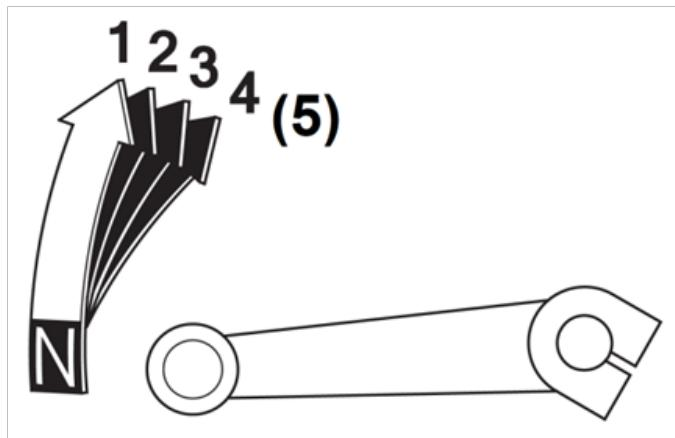

Рисунок 3.4. Положение рычага передачи.
3. Включите нейтральную передачу в положение N (рис. 3.4).
2. Не используйте рычаг подсоса (обогатителя топливной смеси) 1 (фото 3.2). Включите нейтральную передачу в положение N (рис. 3.4).
3. Включите нейтральную передачу в положение N (рис. 3.4). Выжмите рычаг сцепления 8.
1. Включите нейтральную передачу в положение N (рис. 3.4).